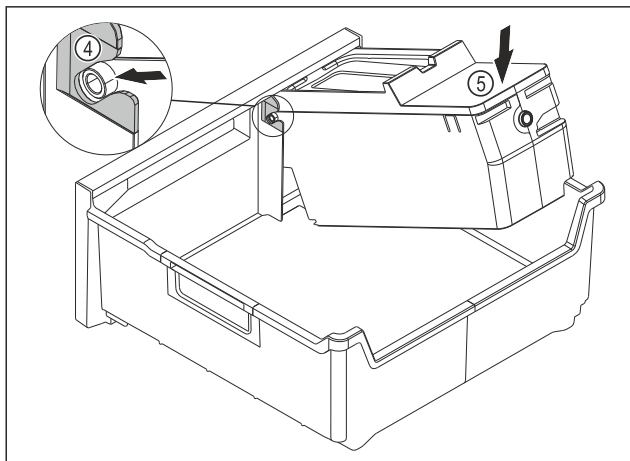

Fig. 192
- Montaż korpusu EasyTwist-Ice: Wsunąć osie korpusu EasyTwist-Ice w prowadnice Fig. 192 (4).
- Docisnąć korpus EasyTwist-Ice Fig. 192 (5) z tyłu do dołu.